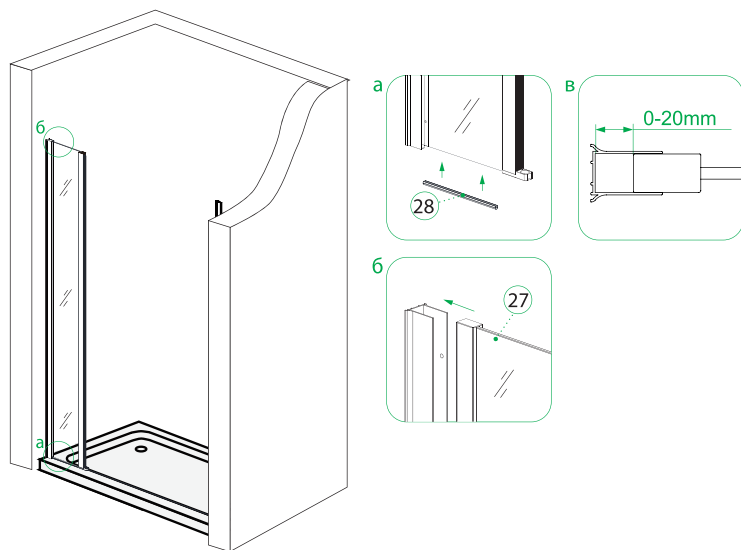

Рис. 10/10-сур.
8. Зафиксируйте дверь в пристенных профилях с помощью шурупов (3), установите заглушки шурупов (4, 5) (рис. 10). Также установите ручку (9) на дверь, как показано на рисунке 11.